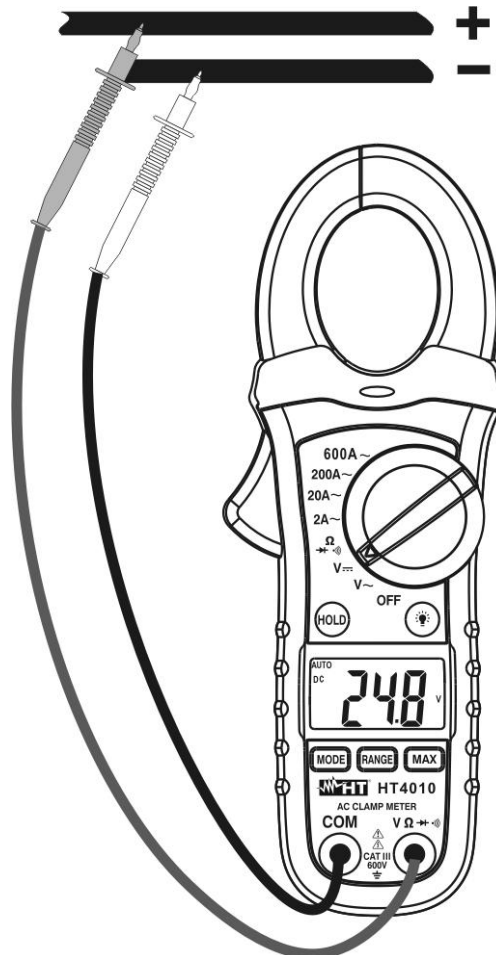

Fig. 2: Uso da pinça para medição de Tensões CC
3. Inserir o cabo vermelho no terminal de entrada **VΩ→←→**) e o cabo preto no terminal de entrada **COM** (ver Fig. 2)
6. A visualização do símbolo "-" no display do instrumento indica que a tensão tem sentido oposto em relação à ligação da Fig. 2